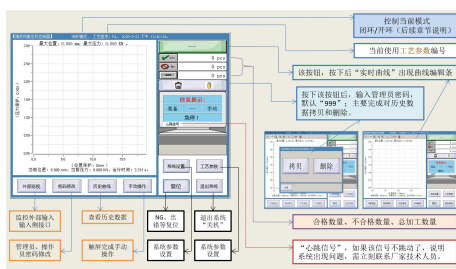

图1 运行界面
1. 运行界面包含有数据显示、工作模式、手动操作、画面切换等功能，如上图 1 所示